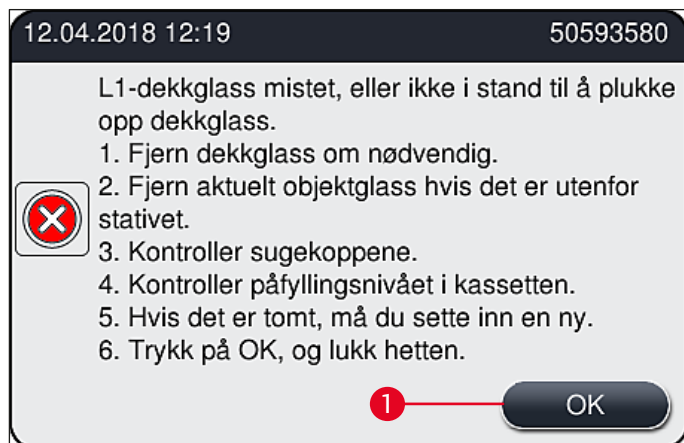

Fig. 110
Hvis **Pick&Place-modulen** mister et dekkglass under transport til objektglasset, eller hvis **Pick&Place-modulen** ikke kan fjerne et dekkglass fra dekkglasskassetten etter 3 forsøk, underrettes brukeren om dette via en feilmelding (→ Fig. 110).
- ① Hvis denne meldingen (→ Fig. 110) vises, må brukeren først kontrollere om et dekkglass er mistet under transport til objektglasset, eller om **Pick&Place-modulen** ikke kunne ta et nytt dekkglass fra dekkglasskassetten.